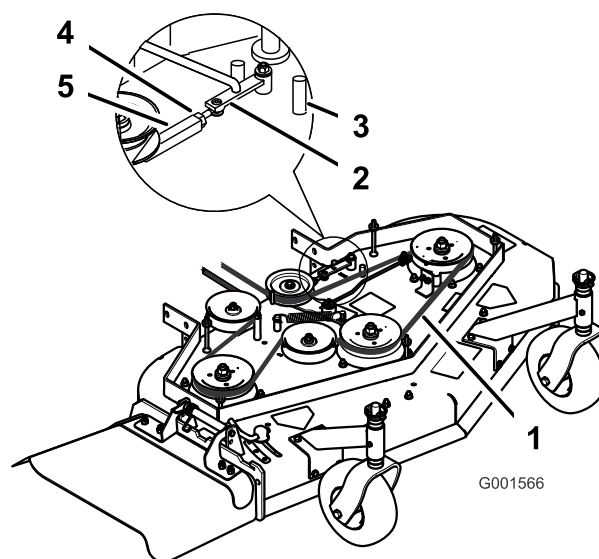

Figure 48
3. Desserrez le contre écrou sur le tendeur (Figure 48).
4. Tournez le tendeur vers l'arrière du plateau de coupe pour augmenter la tension sur la courroie. Tournez le tendeur vers l'avant du plateau de coupe pour réduire la tension sur la courroie (Figure 48).